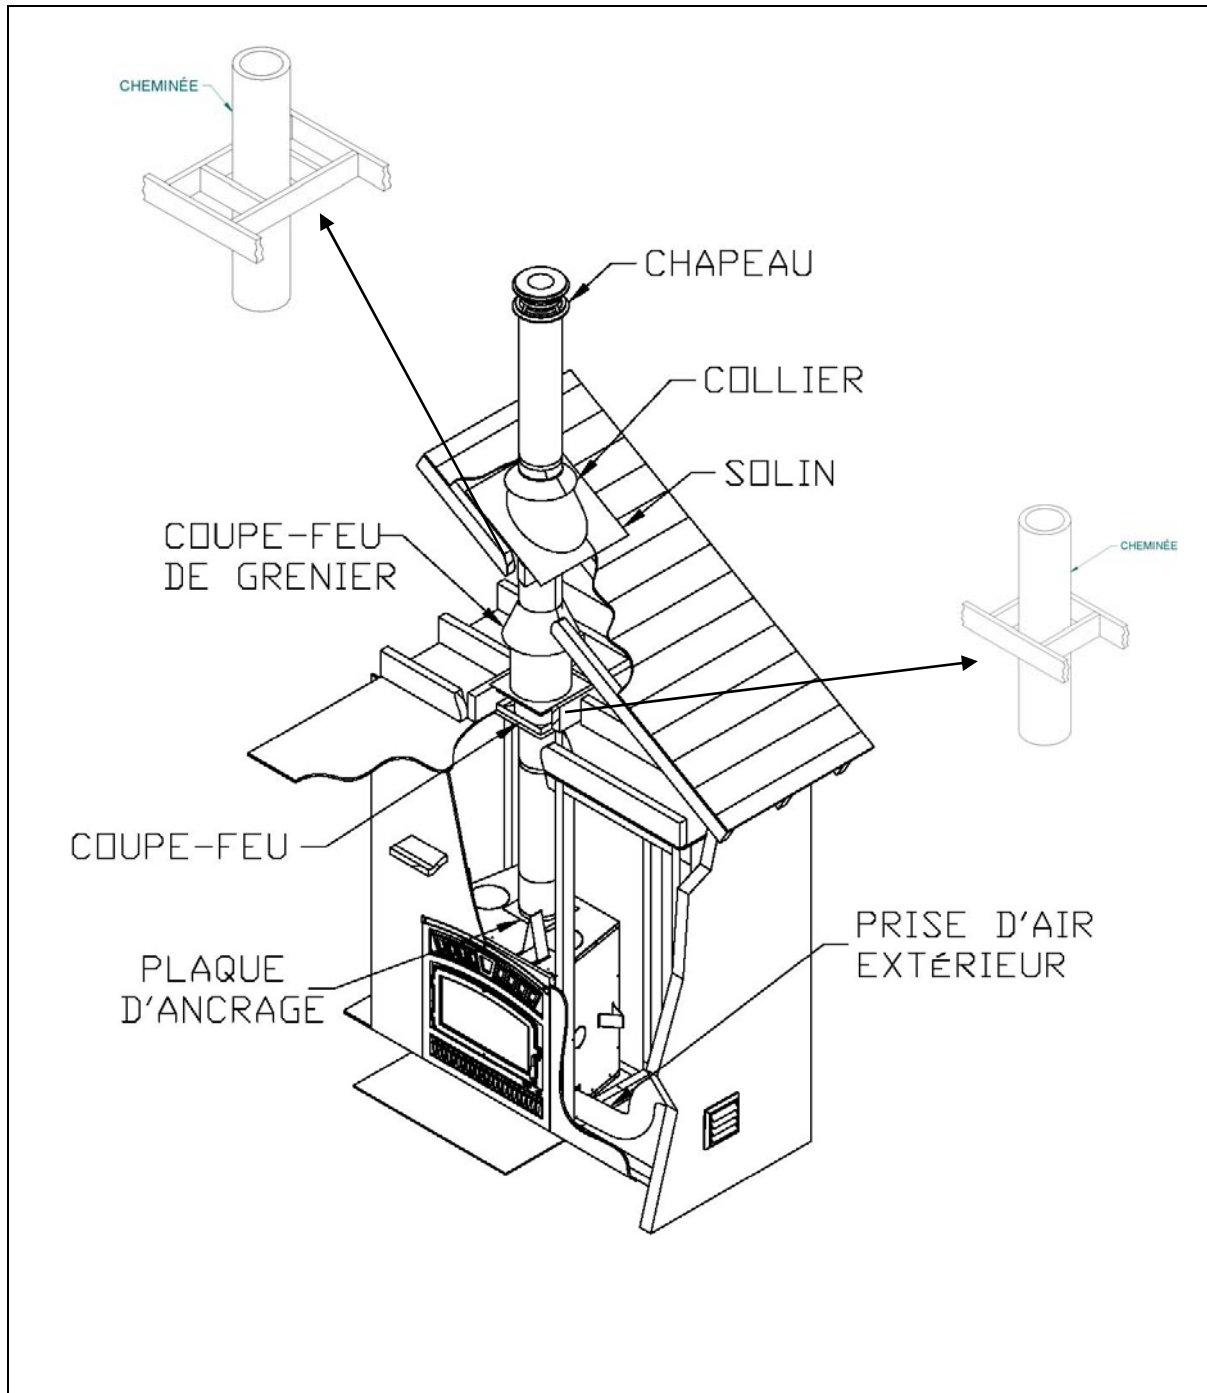

Figure 38
2. En vous plaçant sous le plafond, installez un coupe-feu fourni par le fabricant de la cheminée à chaque étage où passera la cheminée. Placez-vous dans le grenier, pour installer un coupe-feu de grenier (voir figure 38).
3. En suivant les instructions du fabricant de cheminée, placez la première section de cheminée sur le foyer. Pour toutes les cheminées, vous devez utiliser une plaque d'ancrage fournie par le fabricant de la cheminée avant d'installer la première section de cheminée (voir figure 38). Continuez à installer des sections de cheminée en vous assurant de verrouiller chaque section en place.
5. Placez en suite le solin de toit et scellez le joint entre le toit et le solin avec du goudron à toiture (voir figure 38). Sur un toit en pente, insérez le solin sous le bardeau supérieur et par-dessus les bardeaux inférieurs. Clouez le solin en utilisant du clou à bardeau.
5. En vous plaçant en dessous, installez un coupe-feu fourni par le fabricant de la cheminée (voir figure 38).